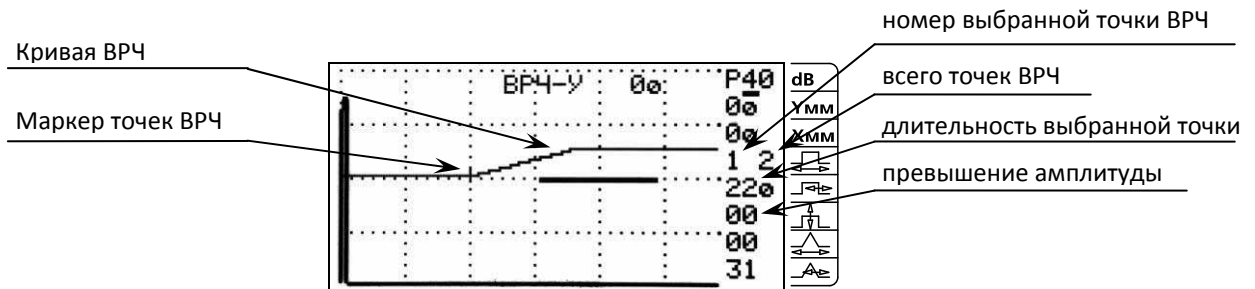

Рисунок 81 – Режим установки ВРЧ.
6.3.2.1 Для входа в режим установки ВРЧ нажать два раза клавишу «9» (см. рисунок 81), в центре экрана появится надпись «ВРЧ-У».